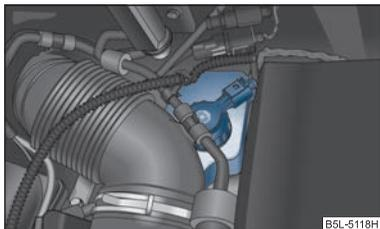

Fig. 169 Vano motore: serbatoio del liquido freni
- Controllare il livello del liquido freni sul serbatoio ⇒ fig. 169. Il livello deve essere compreso tra le tacche "MIN" e "MAX".